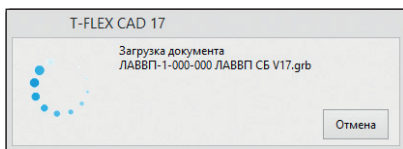

Рис. 3. Возможность отмены открытия файла в T-FLEX CAD 17
- добавлен механизм прерывания процесса загрузки файлов (рис. 3);